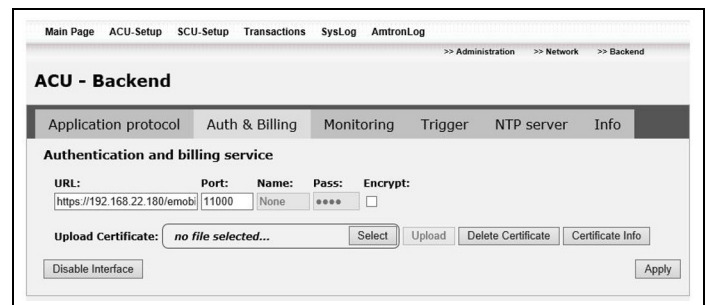

Fig. 6: Desactivar la interfaz de autorización (Auth & Billing)
2. Si fuera necesario, desactive la interfaz de autorización con el botón "Disable interface" (véase la Fig. 6).